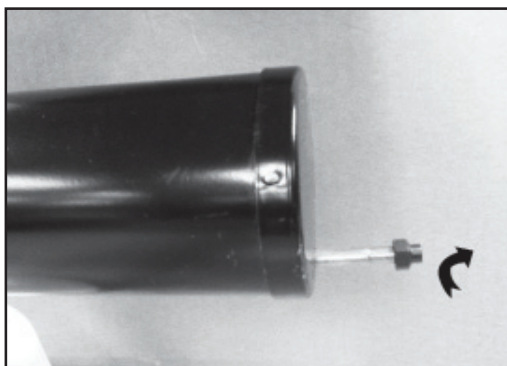

Figure 6
4.) Si la brume est humide et coule, le rythme de pompage est trop haut ou l'appareil n'a pas atteint la température d'utilisation.	4.) Réduisez le rythme de pompage. Voir la Figure 6.
2.) Sortie d'insecticide excessive.	2.) Pompez à un rythme plus bas. Voir la Figure 6.